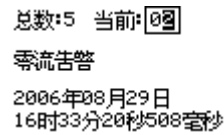

图 5-8 保护告警记录示例
② 保护告警：包括所有的保护告警信息。示例如图 5-8 所示界面。